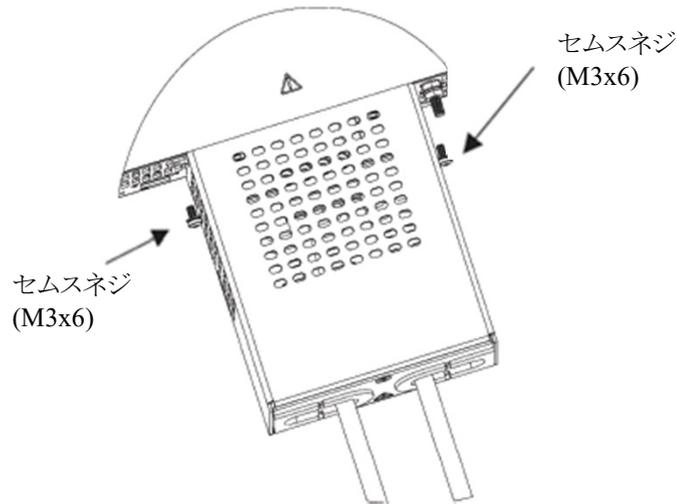

図4-46 出力端子カバーのリアパネルへの取り付け方法
3. 図4-46に示すようにM3×6セムスネジ(製品に添付されています)を使用して、電源のリアパネルに出力端子カバーを取り付けます。